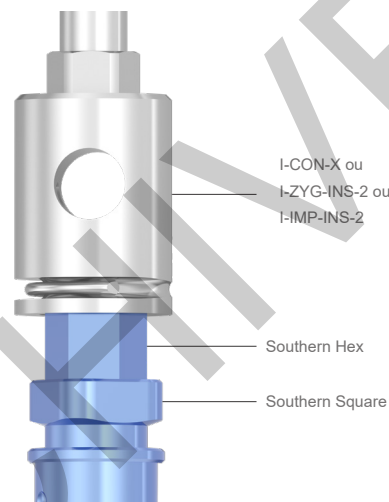
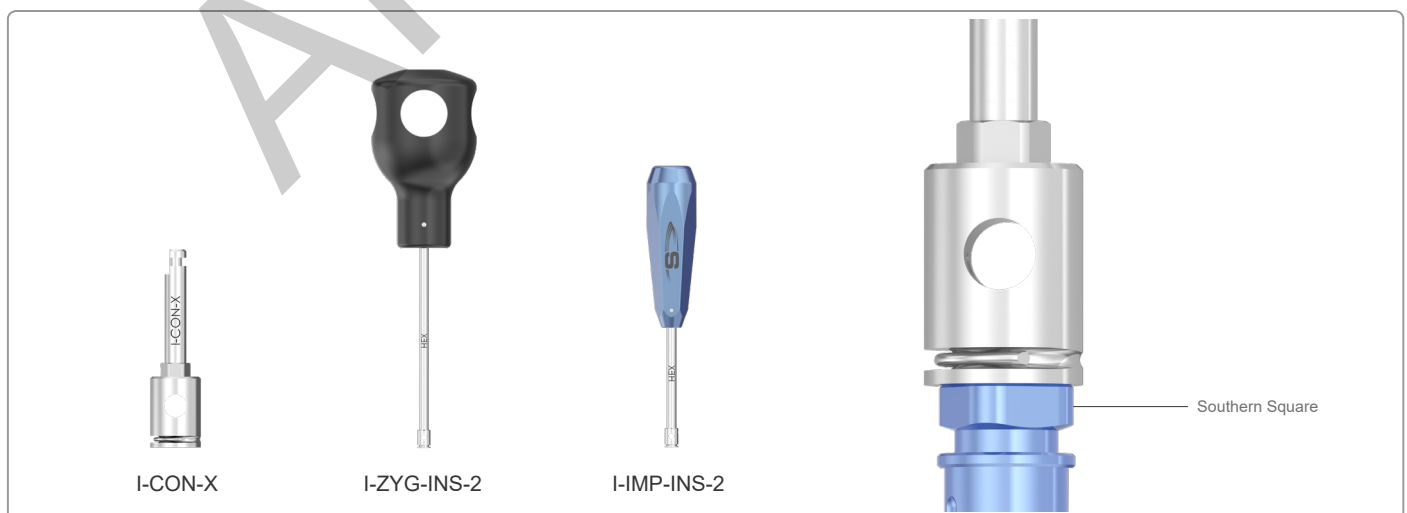

Figure 2 : Pas complètement engagé I-CON-X/I-ZYG-INS-2/I-IMP-INS-2
Figure 3 : Complètement engagé I-CON-X/I-ZYG-INS-2/I-IMP-INS-2
- Assurez-vous que l'I-CON-X ou I-CONU-X/XS est complètement engagé conformément à la (Fig. 3). Si la pièce I-CONU-X/XS ou I-CONU-X/XS n'est pas complètement engagée, comme l'indique la (Fig. 2), l'outil d'insertion et/ou la monture peuvent être endommagés.
L'I-CON-X/I-ZYG-INS-2/I-IMP-INS-2, s'engage dans l'hexagone Southern du support de fixation. Cette image montre un support de fixation qui n'est pas complètement engagé, ne pas procéder. (Fig. 3) illustre la manière appropriée de l'engager.